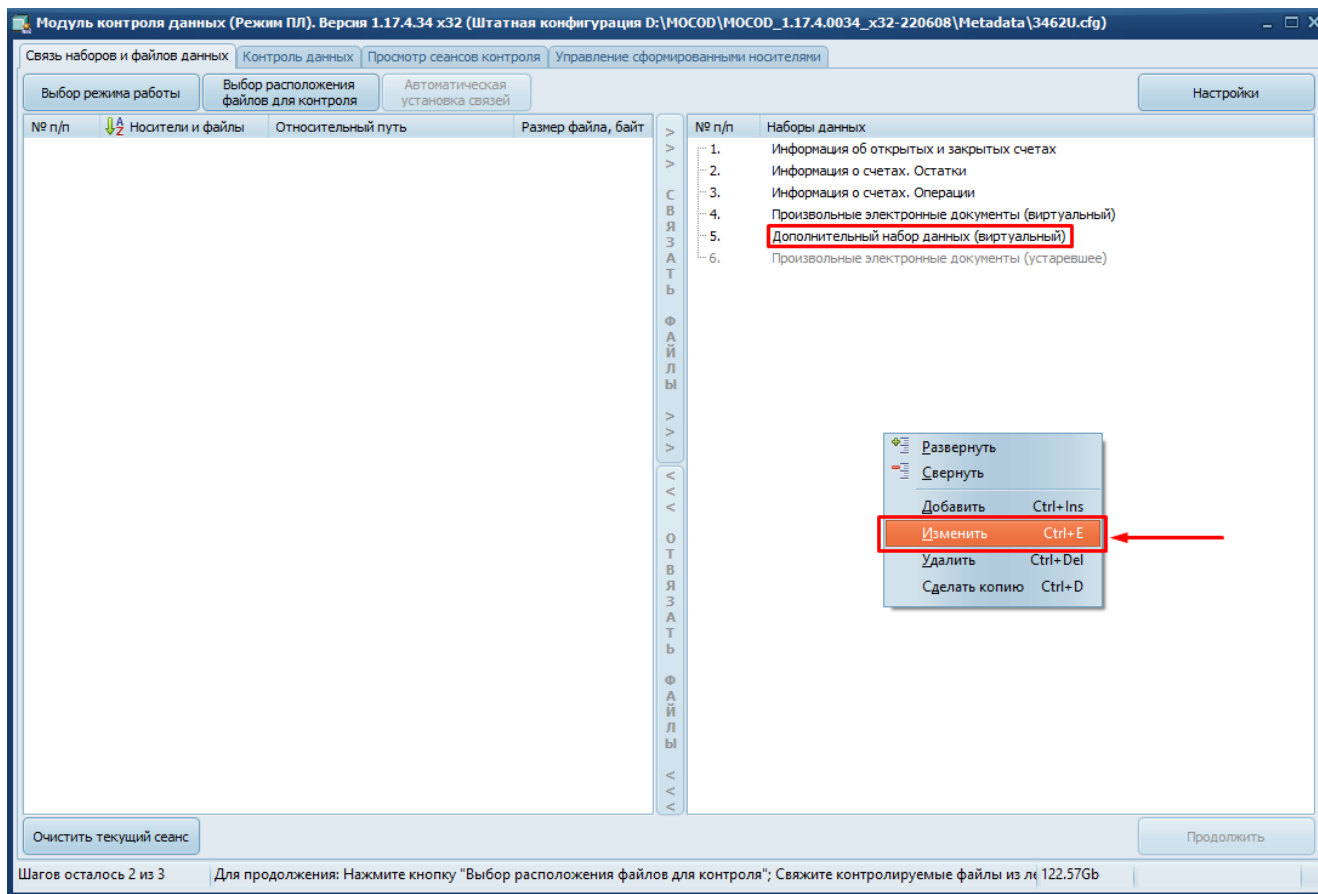

Рисунок 12 – Переход к редактированию добавленного виртуального набора данных
- 2) Нажать правой кнопкой мыши в правой панели рабочей области и выбрать вариант «Изменить» (Рисунок 12), либо нажать комбинацию клавиш «Ctrl+E» на клавиатуре.